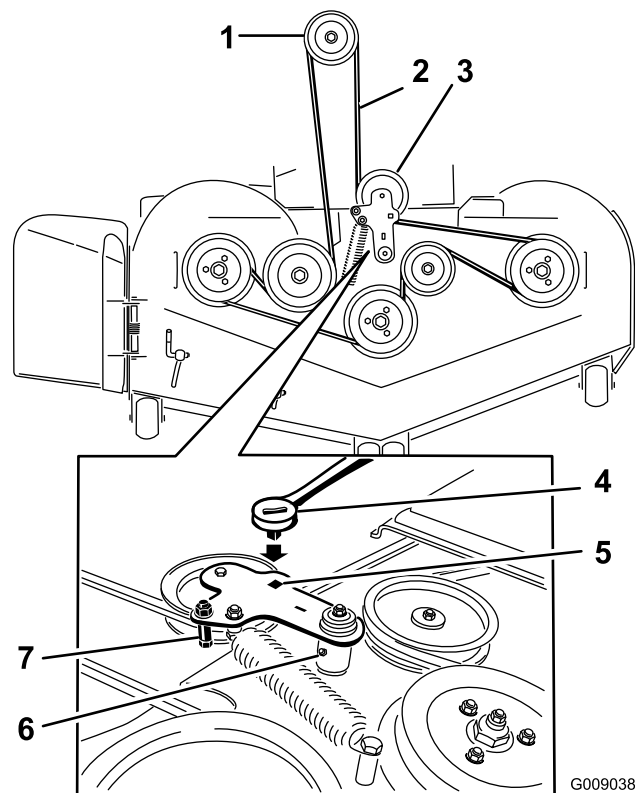

**Рисунок 86**
6. Снимите крышки ремней (Рисунок 86).